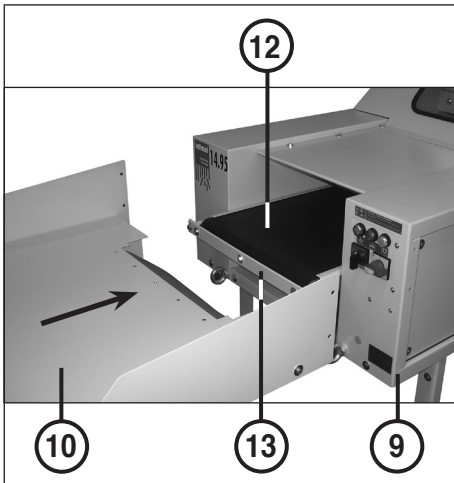

Abb. 1
- 9 = Gehäuse (Abb. 1, 2 und 4)
- 10 = Tisch (Abb. 1, 2, 4 und 5)
- 12 = Transportband (Abb. 1 und 4)
- 13 = Transportbandhalterung (Abb. 1)
### MONTAGE DES TISCHES (10) (Abb. 1, 2, 3):
1. Die jeweils 3 Schrauben an der Gehäuse-Vorderwand (9) und an der Stirnseite der Transportbandhalterung (13) abschrauben.
2. Den Tisch (10) auf die Transportbandhalterung (13) legen, bis ans Gehäuse (9) nach hinten schieben und mit Hilfe der zuvor abgeschraubten Schrauben an der Gehäuse-Vorderwand und an der Stirnseite der Transportbandhalterung befestigen (Abb. 1, 2 und 3).